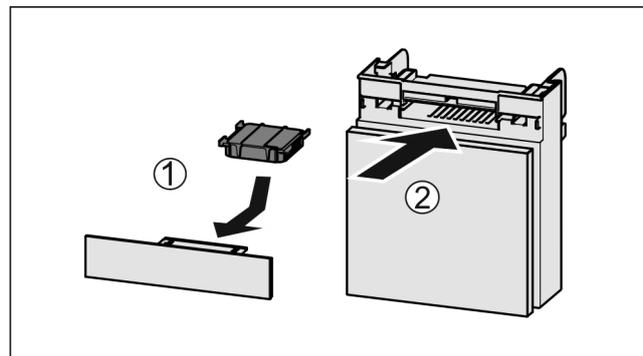

Fig. 115
- Introduzca el compartimiento Fig. 115 (2).